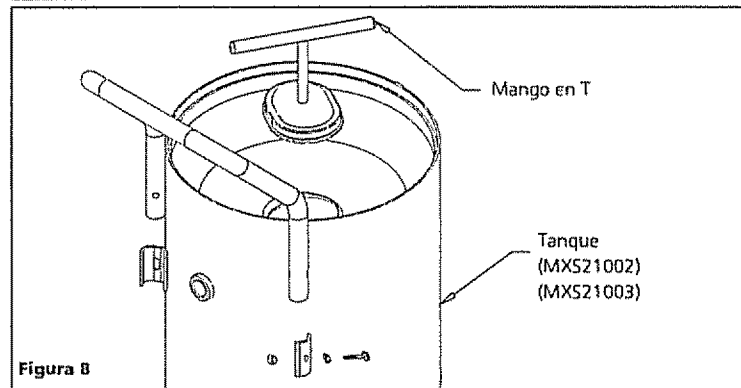
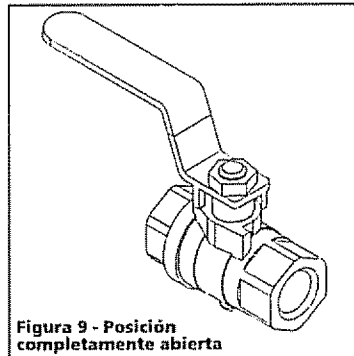

Figura 8
Figura 9 - Posición completamente abierta
4. Mientras hala el mango en T (ver figura 8), abra por completo la válvula esférica de mango azul (ver figura 9). El aire comprimido llenará el tanque y el filtro.